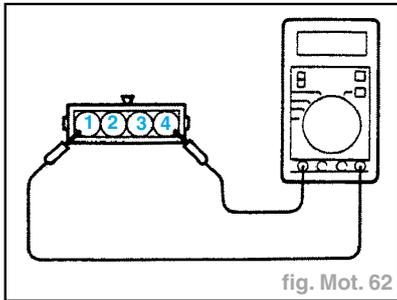

fig. Mot. 62
- Mesurer la résistance entre la borne 1 (masse du capteur) et la borne 4 (alimentation de capteur) (fig. Mot. 62).